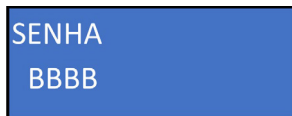

Figura 30
15. Para iniciar a calibração do sensor de pH, mergulhe o mesmo na solução de pH 7.0, navegue com a tecla “para baixo” até encontrar a opção “CALIBRA SENSOR DE PH” e então, pressione a tecla “OK”. Após esse processo será apresentada uma tela intitulada “SENHA”, com uma sequência de 4 letras, para acessar este menu é necessário utilizar a senha “BBBB” (Figura 30).